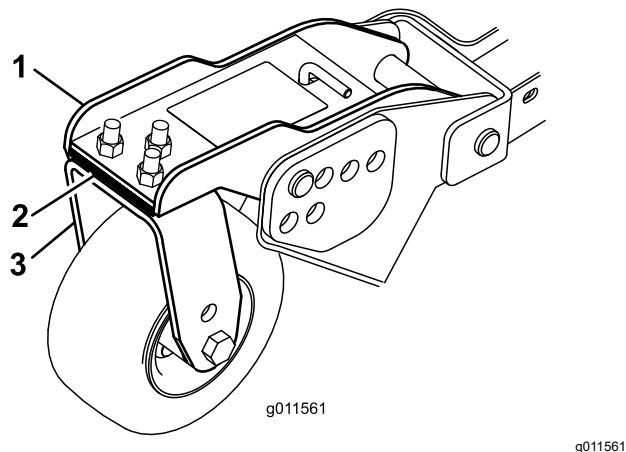

Figure 30
3. Ajoutez ou retirez des cales de 3 mm ($\frac{1}{8}$ po) sur le(s) bras pivotant(s) avant pour que la hauteur de coupe corresponde à celle indiquée sur l'autocollant (Figure 30).
3. Si le bord intérieur de l'unité de coupe latérale est trop élevé par rapport au bord extérieur de l'unité de coupe avant, retirez une cale de 3 mm ($\frac{1}{8}$ po) au bas du bras de la roue pivotante intérieure avant de l'unité latérale (Figure 30).